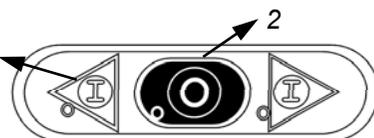

Рис. 5.3.1
5.3 - Проверка исправности кнопки остановки (рис. 5.3.1)
5.4 - Пуск машины (рис. 5.3.1)
Для запуска машины достаточно нажать кнопку пуска «1», Рис. 5.3.1, 1 подсоединив штепсельную вилку к розетке электропитания, и машина начнет работу.
5.5 - Остановка машины (рис. 5.3.1)
Для остановки машины достаточно нажать кнопку остановки «2», Рис. 5.3.1, и машина остановится.